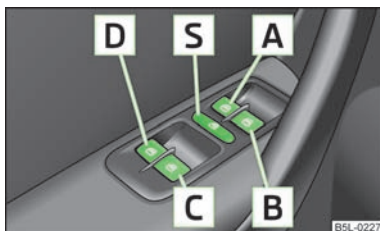

Fig. 18
- Si se transporta niños en los asientos traseros, se recomienda poner fuera de funcionamiento los elevalunas eléctricos de las puertas traseras (conmutador de seguridad) **S** » fig. 18.
Las teclas para las diferentes ventanillas se encuentran en el apoyabrazos de la puerta del conductor » fig. 18, en la puerta del acompañante y en las puertas traseras » página 41.
Se puede poner fuera de servicio de las teclas en las puertas posteriores pulsando el interruptor de seguridad **S** » fig. 18. Se ponen de nuevo en funcionamiento las teclas en las puertas traseras pulsando repetidamente el conmutador de seguridad **S**.